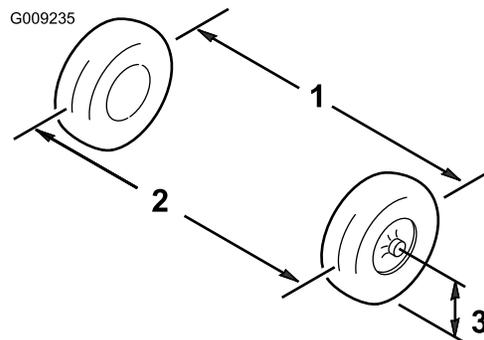

Рисунок 40
2. Измерьте расстояние между обеими передними шинами на уровне моста, с передней и задней стороны передних шин (Рисунок 40).